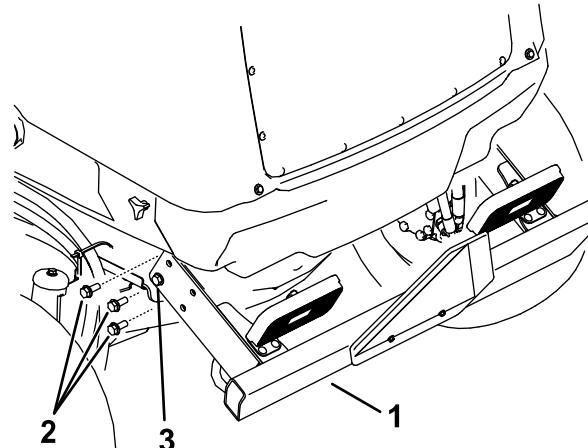

Bild 79
2. Entfernen Sie die drei Bundkopschrauben von jeder Seite der hinteren Stoßstange, wie in Bild 79 abgebildet.
6. Heben Sie die hintere Stoßstange in die richtige Stellung an und setzen Sie die Bundkopschrauben ein. Ziehen Sie alle Bundkopschrauben an, mit denen die hintere Stoßstange am Rahmen befestigt ist (Bild 79).